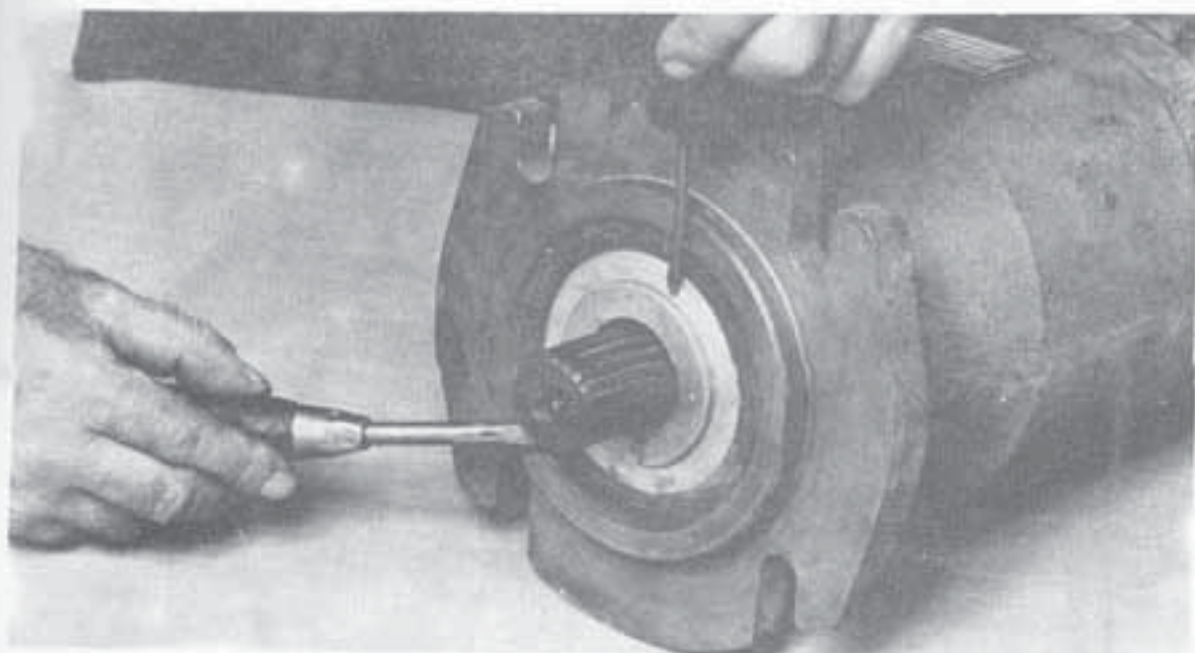

Рис.66.
2. Демонтировать алюминиевый держатель направляющего кольца. Трением уплотнительного кольца этот держатель можно демонтировать только посредством двух отверток. Устойчивую часть стабильного уплотнения выбрать вместе с держателем направляющего кольца. Рис.66.